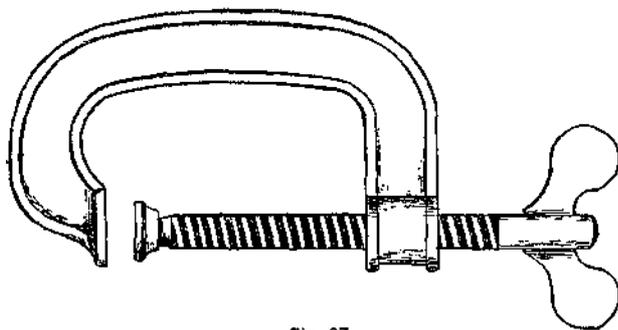

Fig. 67
*Grampo* (Fig. 67). — Instrumento de ferro ou de madeira, que serve para apertar.